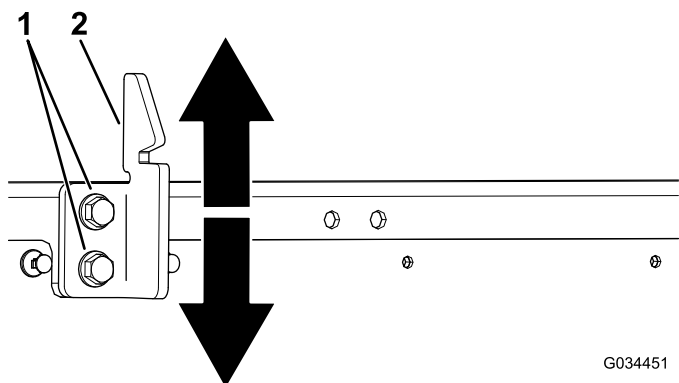

Figura 9
4. Desaperte os dois parafusos na régua do trinco da plataforma e mova a régua para cima ou para baixo, dependendo se a régua está muito alta ou muito baixa (Figura 9).
5. Aperte os dois parafusos na régua do trinco da plataforma (Figura 9).